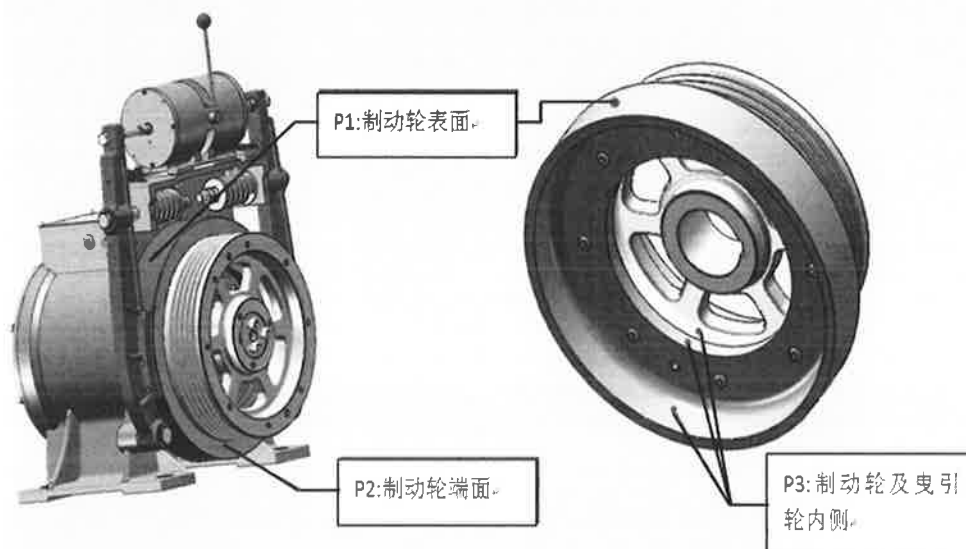
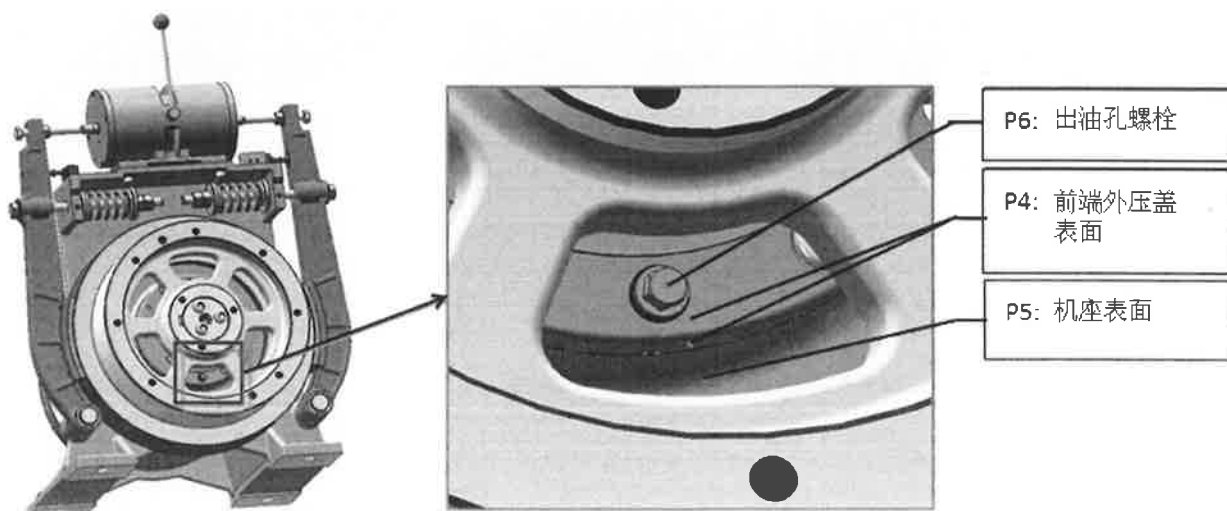

图 6-2
图 6-3
检查位置点如下(见图 6-2 和图 6-3):
- 在以上检查中需拆下出油孔螺栓（P6，部分曳引机有，见图 6-3），用医用酒精（ $\geq 75\%$ ）清洗干净，然后涂抹乐泰 243 胶水后锁紧（见图 6-4）；